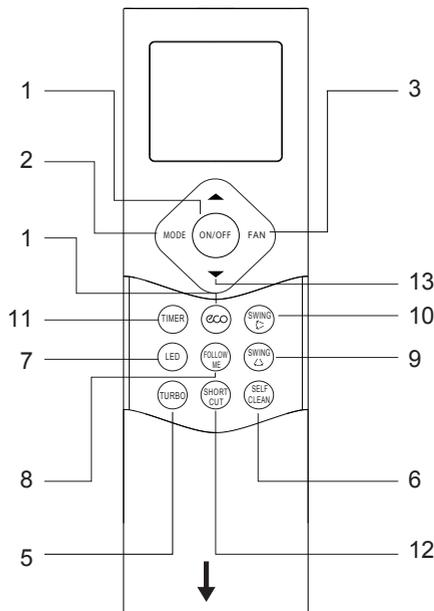

fig. 1 -
Il telecomando ("fig. 1 -") è composto da una serie di tasti e da un display che visualizza tutte le funzioni attive ed i vari parametri necessari all'utente ed all'installatore per un corretto utilizzo dell'unità stessa.
- 6. Funzionamento SWING** (non visualizzata sul display del telecomando, il display dell'unità interna mostra la scritta "ON" per 3 secondi all'attivazione della funzione, "OF" per 3 secondi alla disattivazione della funzione). Premendo il tasto "SWING", si attiva il movimento automatico del deflettore. Tenendo premuto il tasto SWING (🌀) (part. 9 "fig. 1 -") si attiva il movimento automatico del deflettore. Premendo una volta il tasto SWING (🌀) (part. 9 "fig. 1 -") si aggiusta la direzione del deflettore a intervalli di 6°.
- 8. Blocco tasti.** Premendo contemporaneamente i tasti "TURBO" (part. 5 "fig. 1 -") e "SELF CLEAN" (part. 6 "fig. 1 -") per un secondo si attiva/disattiva il blocco della tastiera del telecomando.
- 9. Funzione shortcut.** Permette di salvare e richiamare rapidamente le impostazioni. Premere il tasto "Shortcut" (part. 12 "fig. 1 -") per 2 secondi per memorizzare le proprie impostazioni. Premere il tasto "Shortcut" (part. 12 "fig. 1 -") per richiamare le impostazioni salvate.